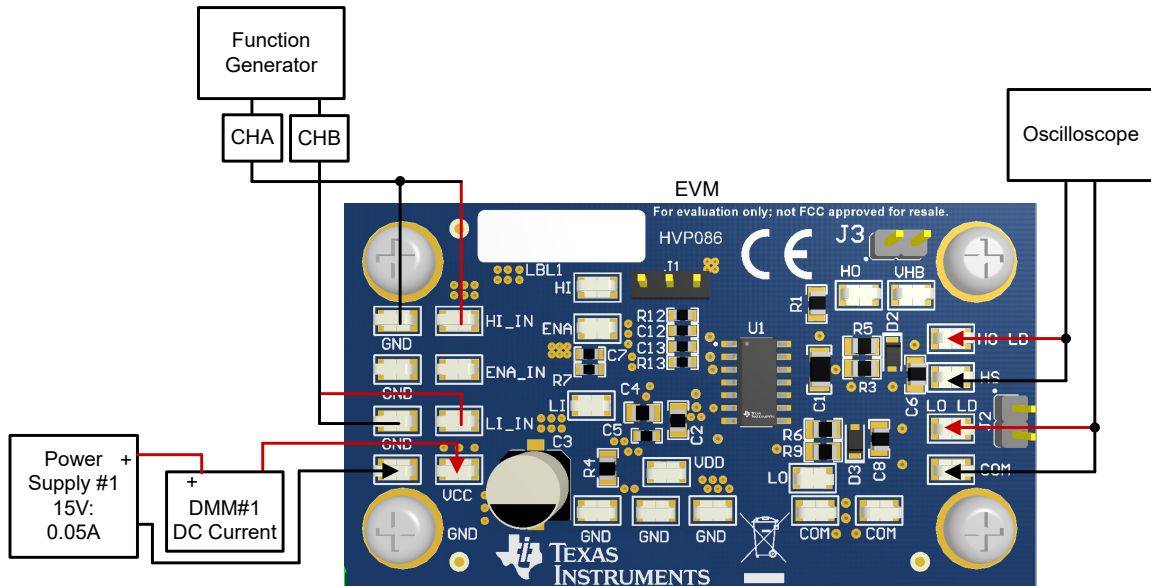

图 5-1. 工作台设置图和配置
该过程详细说明了如何配置 UCC27735Q1EVM 评估板。该测试过程中遵循了以下命名约定。如需详细信息，请参阅 UCC27735Q1EVM 工作台设置图和配置 (图 5-1)。
使用以下连接过程，请参阅图 5-1。
1. 在开始上电测试过程之前，请验证图 5-1 中的连接。